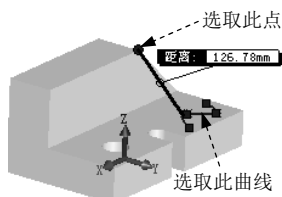

图 8.1.11 选取点和曲线
Step9. 测量点到曲线的距离，如图 8.1.11 所示。